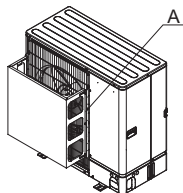

Fig. 2-4
- (2) Instale uma guia de ar se a unidade estiver instalada num local sujeito a fortes ventos, que podem entrar diretamente na saída de ar. (Fig. 2-4)